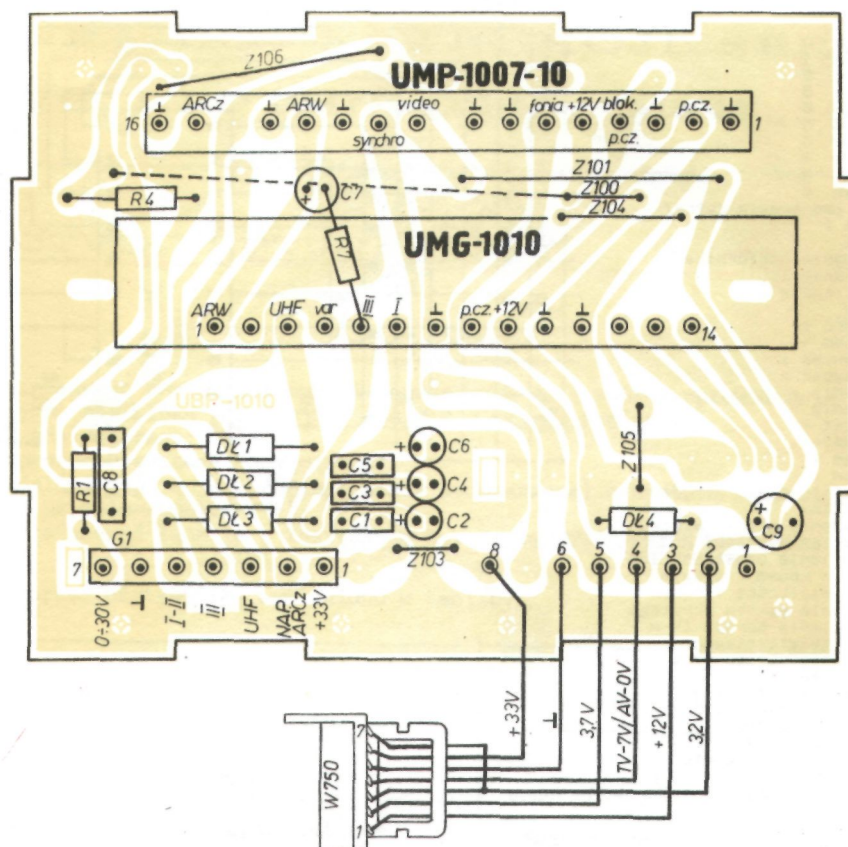

Rys.6. Schemat ideowy bloku w.cz - p.cz UBP-1010 wyk.14.
- Rys.6. Schemat ideowy bloku w.cz - p.cz UBP-1010 wyk.14.